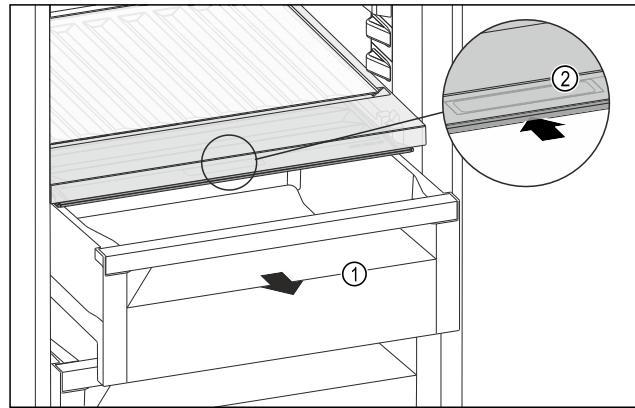

Fig. 161
- Retirer le tiroir Fig. 161 (1).
- Saisir la poignée encastrée Fig. 161 (2) du couvercle du compartiment et pousser le couvercle du compartiment vers l'arrière.